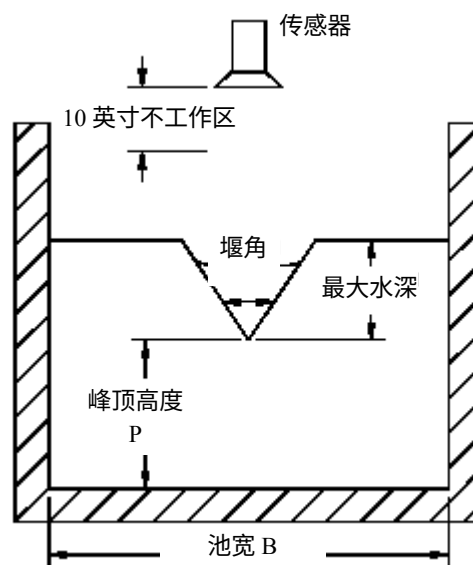
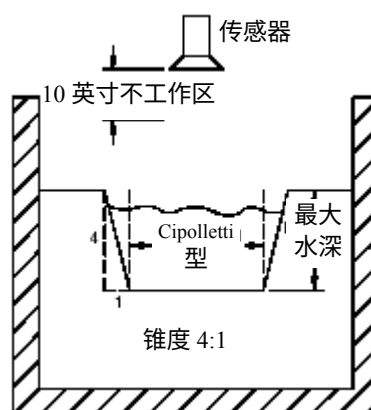
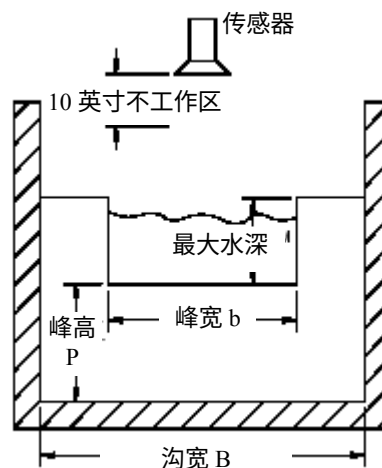

图3-2 V-型堰尺寸设计
图3-3 Cipolletti 堰设计尺寸
图3-4 矩形堰（底部收缩）尺寸设计
**注意：**记入的对于所有标尺结构的最大水深，是指如图 3-2、图 3-3、图 3-4 或图 3-5 所示的峰顶高度。不要输入全部高度。
V 型堰 (见图 3-2)
### Cipolletti 堰 (参见图 3-3)
### 矩形堰 (见图 3-4 或图 3-5)
最后，输入一个标尺结构的 MAXIMUM DEPTH（最大水深）值以完成设置。这是峰顶高度的测量值，正如图 3-2，图 3-3，图 3-4，和图 3-5 所示。不要输入全部的水深值。